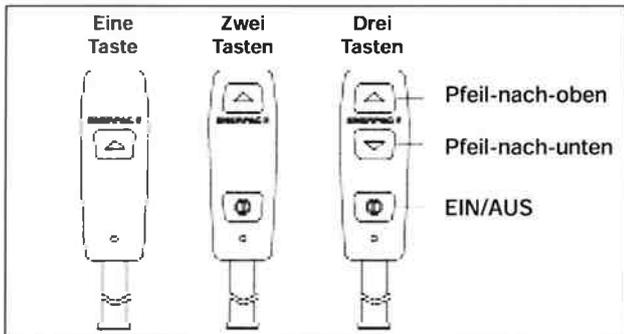

**Abb. 7**
**VM33, VM33L, VM43, VM43L (siehe Abb. 7)**